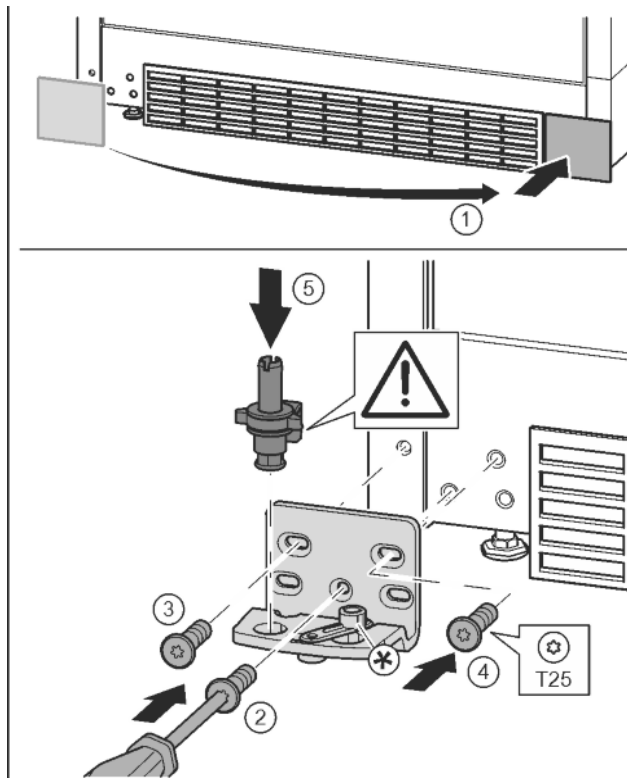

Fig. 16
- ▶ Noņemiet pārsegu un piestipriniet otrajā pusē. Fig. 16 (1)
- ▶ Pielieciet gultņa balstu otrajā pusē un pieskrūvējiet ar skrūvgriezi T25. Sāciet apakšā pa vidu ar skrūvi 2. Fig. 16 (2)
- ▶ Pieskrūvējiet skrūvi 3 un 4. Fig. 16 (3, 4)
- ▶ Pilnīgi ievietojiet gultņa tapu. Uzmaniet, lai aiztura izcilnis būtu vērsts virzienā uz aizmuguri. Fig. 16 (5)